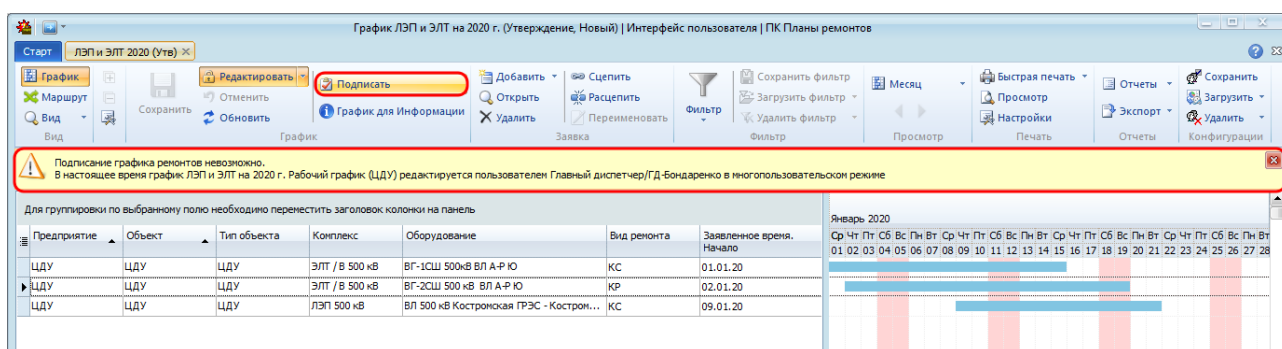

Рисунок 10.64 – Отображение информации о невозможности подписания
- если на момент подписания график редактируется другими пользователями, то подписание невозможно: выводится предупреждающее сообщение (Рисунок 10.64) (подробнее про подписание графика см. раздел «10.12 Подписание графика»);